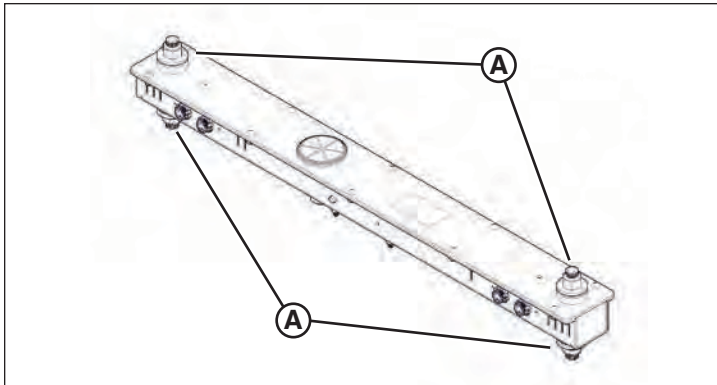

Figura 3
3. Mientras afirma las luminarias, retire el conjunto de tuerca y arandela (A, Figura 3) que fijan la horquilla de articulación de las lámparas y retire cada luminaria y cada horquilla de articulación.